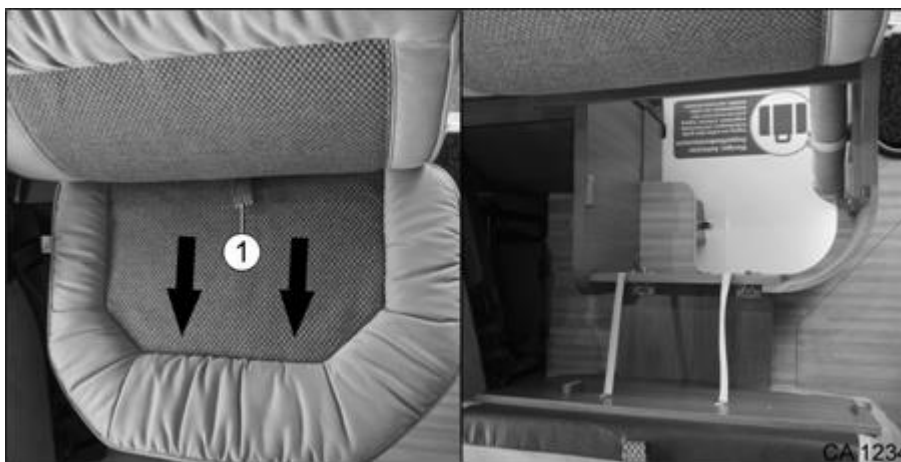

Fig. 68 Mécanisme de rabat de la banquette latérale courte
1. Tirer la poignée (Fig. 68/1) dans le sens indiqué pour accéder au rangement sous le siège.